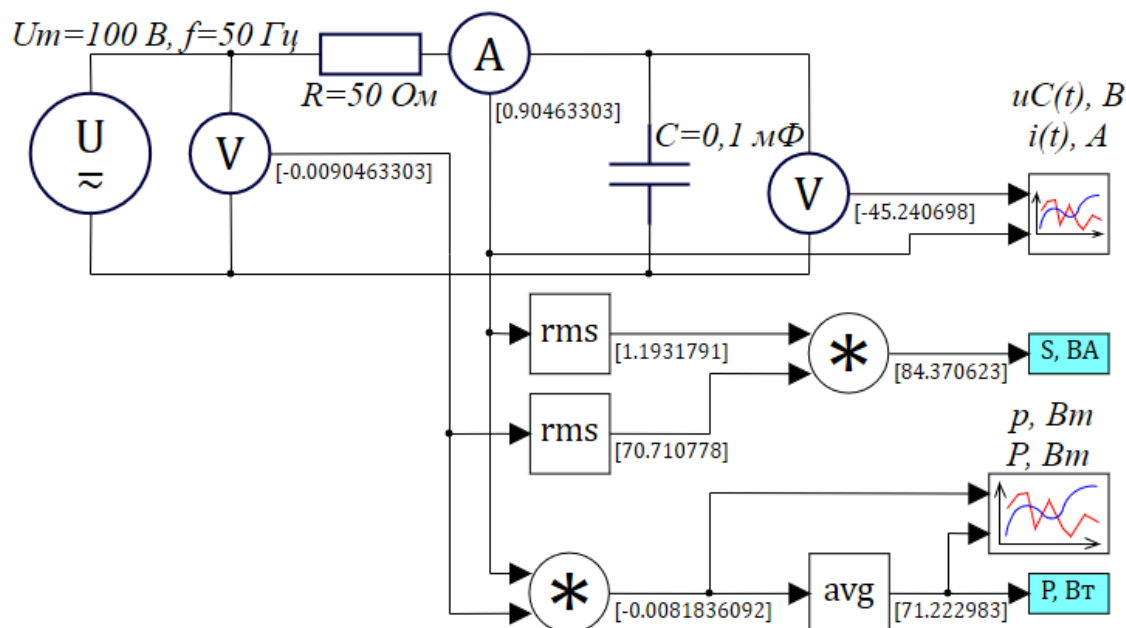
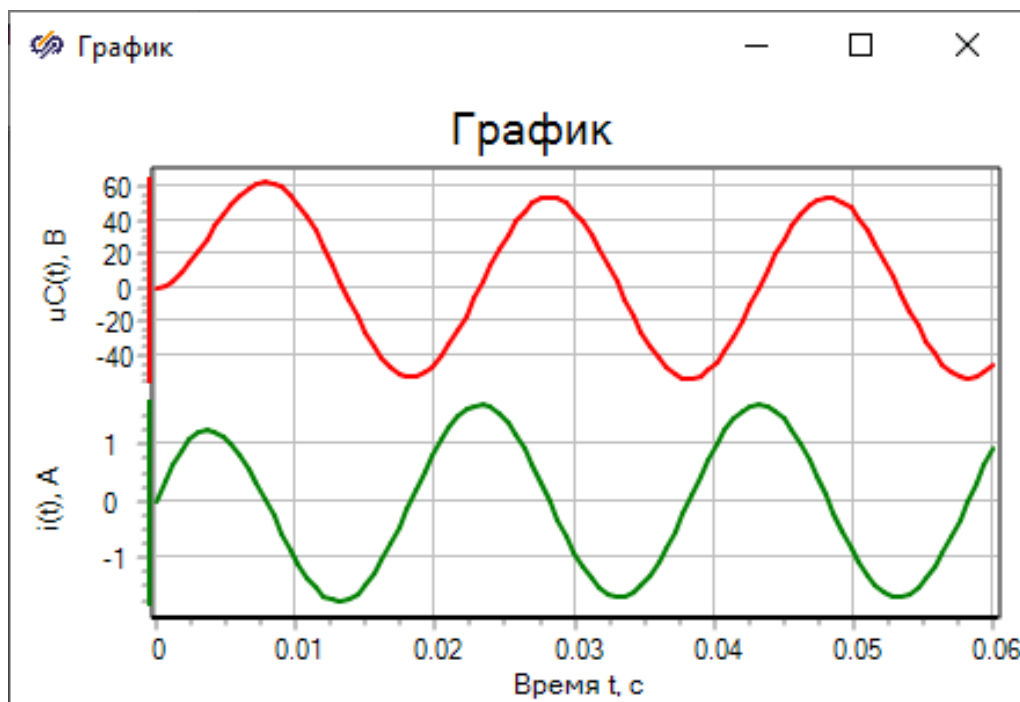
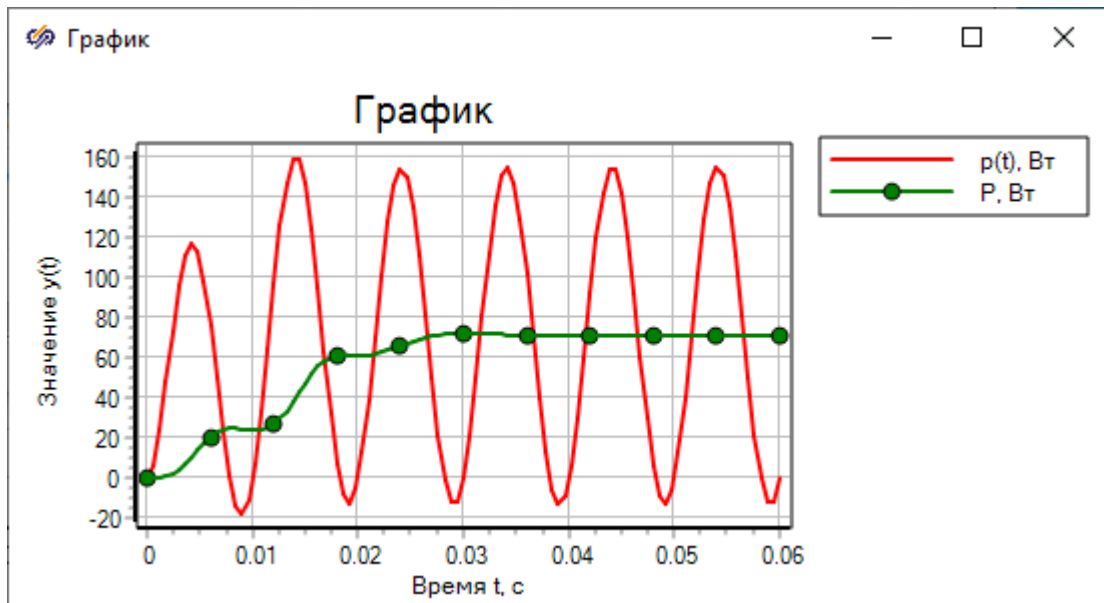

Рис. 3.5
Рис. 3.6
Рис. 3.7
6. Собрать в окне проектов системы SimInTech динамическую модель инерционного звена 1-го порядка при подаче на его вход гармонического сигнала и провести измерение полной и активной мощности в ней (рис. 3.5).
- значение свойств **Период**, с равным периоду входного сигнала (для схемы рис. 3.5 – 0,02 с);
– значение свойств **Шаг дискретизации** при интегрировании с постоянным шагом рекомендуется задать кратным шагу интегрирования (для схемы рис. 3.5 – 0,0006 с).
Задать для блоков **Порт выхода**, выполнив двойной щелчок по ним, значение свойства **Имена портов субмодели** равными **S, VA** и **P, Вт** (см. рис. 3.5), а значение свойства **Тип портов субмодели** равными **Выход**.
Результаты моделирования, соответствующие моменту времени 0,06 с, приведены на рис. 3.5.
На рис. 3.6 приведены временные диаграммы $u_C(t)$ и $i(t)$ на экране блока **Временной график** для схемы рис. 3.5. Из графиков видно, что так как в цепи имеется реактивный элемент (конденсатор), то в начале моделирования имеет место переходный процесс, который примерно за период практически завершается.
На рис. 3.7 приведена временная диаграмма на экране блока **Временной график** для мгновенной мощности $p(t)$ и активной мощности P , потребляемой схемой от источника напряжения, которая равна средней мощности за период. Из временной диаграммы видно, что активная мощность примерно равна ее расчетному значению, полученному на рис. 3.5.
10. Определить на закладке **Параметры** окна **Свойств** правого блока **RLC-цепь** напряжение на емкости в конце моделирования **Напряжение, В**. Для схемы рис. 3.5 – это значение в вольтах равно **–45.240698** (рис. 3.8).